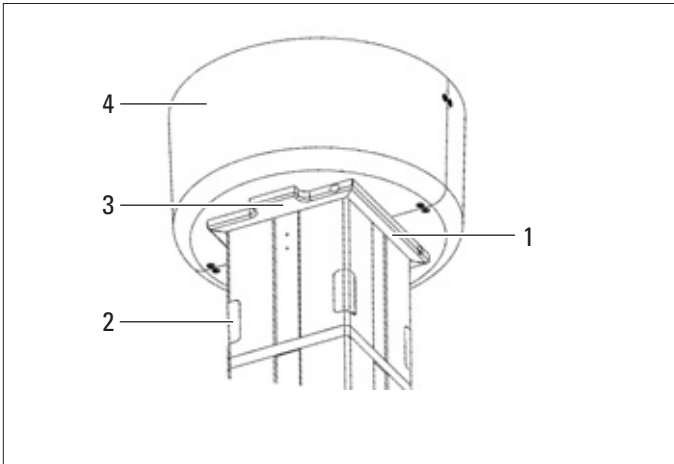
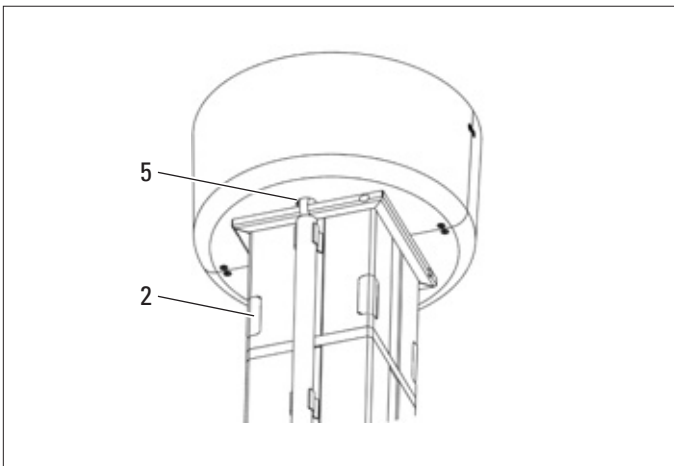

Bild 1
Bild 2
- ⇒ Klemmleiste (1) so ausrichten, dass sich die Nase (3) der 4. Klemmleiste gegenüber der Aussparung in der Deckenblende (4) befindet (Bild 1). Die Aussparung (5) für das Videokabel ist dann frei (Bild 2).